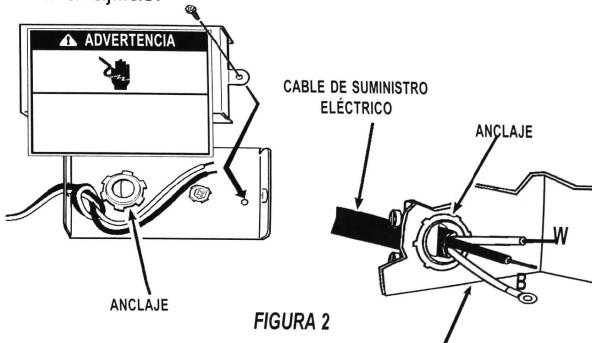

FIGURA 2
- Coloque el anclaje de metal en el orificio de la parte trasera de la caja de terminales. Vea la figura 2.